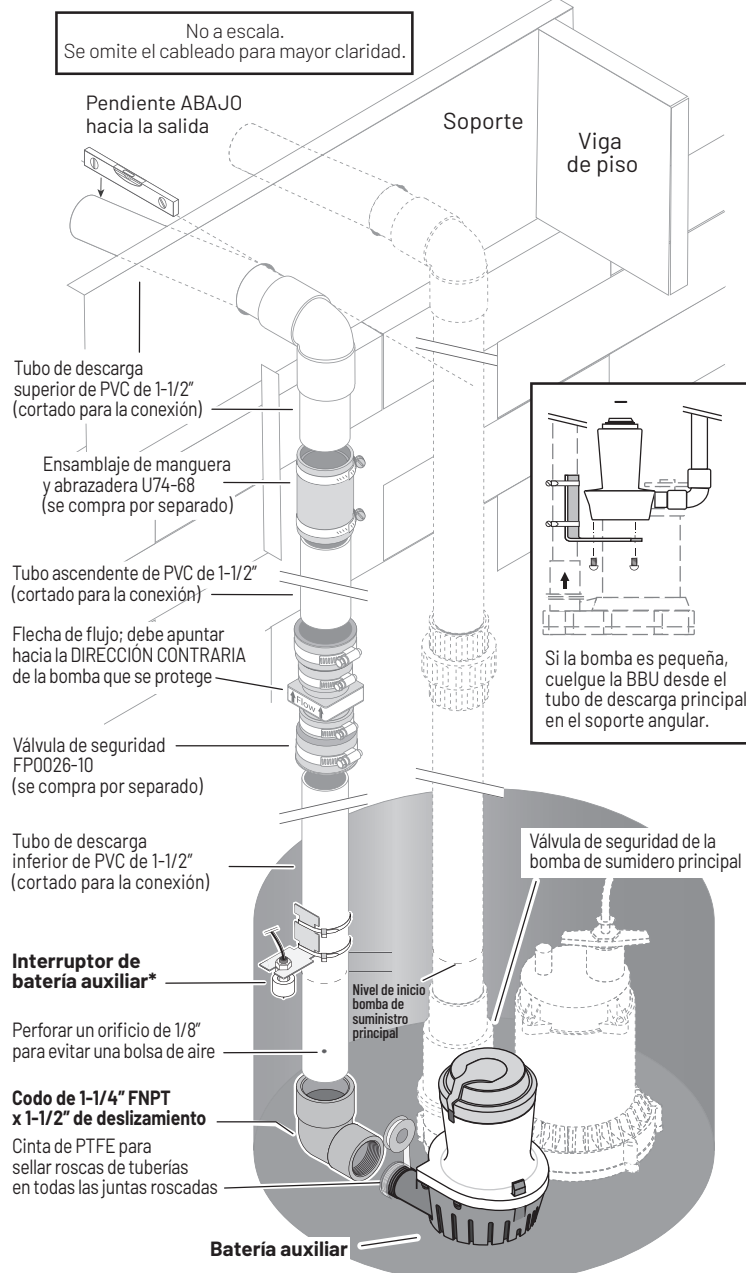

Figura 2: Descarga separada - Instalación típica
- ◆ Consulte las páginas de la 5 a la 8 para decidir el método de instalación que le conviene. Se recomienda la instalación de "Descarga separada" (Figura 2).
Coloque la bomba auxiliar en el soporte angular (Figura 2).